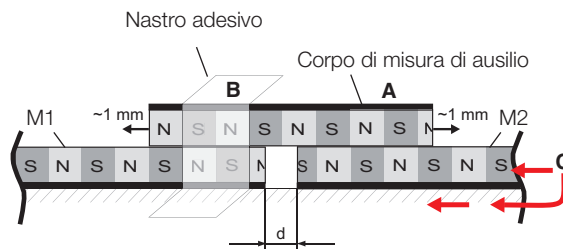

Fig. 4-10: Corpo di misura M2 da aggiungere sotto al corpo di misura di ausilio, $d = 4-10$ mm
3. Appoggiare il corpo di misura di ausilio al rovescio sul corpo di misura M1. Il corpo di misura di ausilio viene attirato verso il basso dalle forze magnetiche del polo opposto e scatta in posizione (Fig. 4-10). Per trovare la posizione con la forza di attrazione massima, spostare il corpo di misura di ausilio di circa 1 mm in una e nell'altra direzione, finché non è evidente l'attrazione massima. Fissare il corpo di misura di ausilio in questa posizione, ad es., con nastro adesivo.
4. Spostare l'inizio del secondo corpo di misura M2 sotto il corpo di misura di ausilio fino a raggiungere quasi il corpo di misura M1 e farlo scattare magneticamente (Fig. 4-10). Lasciare una distanza sufficiente (d) da M1, ad es., 4-10 mm.